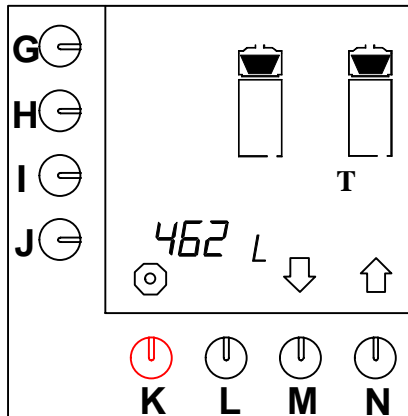

Abb. 38 Gesamtzählwerk für das
- Drücken Sie auf die Wahltaste (N.)↑, bis Abb.38 im Display erscheint.